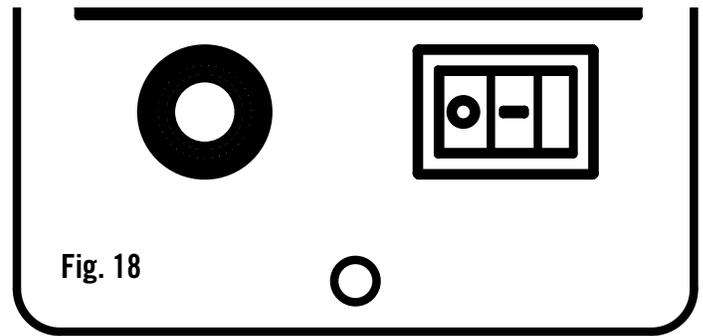

Fig. 18
Celui-ci est utilisé pour allumer le barbecue à granules. « 0 » signifie l'arrêt (OFF) et, « I » signifie la marche (ON). Voir la figure 18. Lorsque l'unité de commande est allumée pour la première fois, il faut pousser sur le sélecteur pour avoir accès au MENU